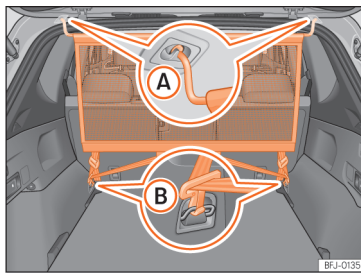

Abb. 133 Netztrennwand eingebaut.
- Netztrennwand in der linken Aufnahme am Dach einhängen » Abb. 133 A. Darauf ach-
- Netztrennwand in der rechten Aufnahme am Dach durch Zusammendrücken der Querstange einhängen » Abb. 133 A.
- Beide Haltehaken der Netztrennwand in die vorderen Verzurösen im Gepäckraum » Abb. 133 B einhängen und die Gurte fest spannen.
- Haltehaken der Netztrennwand an den Verzurösen » Abb. 133 B aushaken.
- Netztrennwand an der rechten Aufnahme im Dach » Abb. 133 A durch Zusammendrücken der Querstange aushängen.